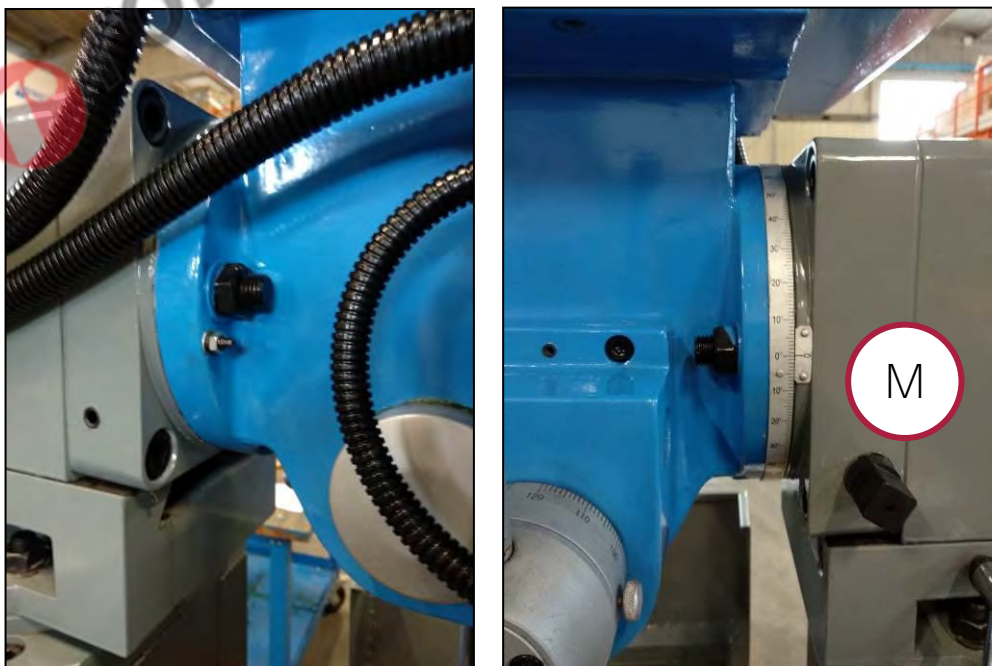

Figura 16 – Viti di fissaggio e perno di centraggio della testa.
- Agire sulla vite di comando presente sulla corpo fresa (Rif. M in Figura 16).